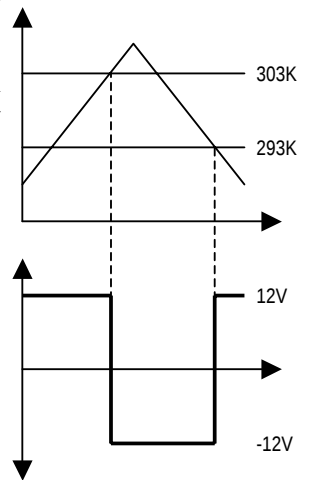

Figura 2
4. La señal, una vez adaptada y filtrada, se emplea también en un control todo-nada con una característica entrada-salida como la mostrada en la figura 2. Diseñar un circuito con dicha característica, indicando el valor de todos sus componentes.
4. A la vista de la grafica de la figura 2, se deduce que el circuito necesario es un comparador con histéresis. Entonces: